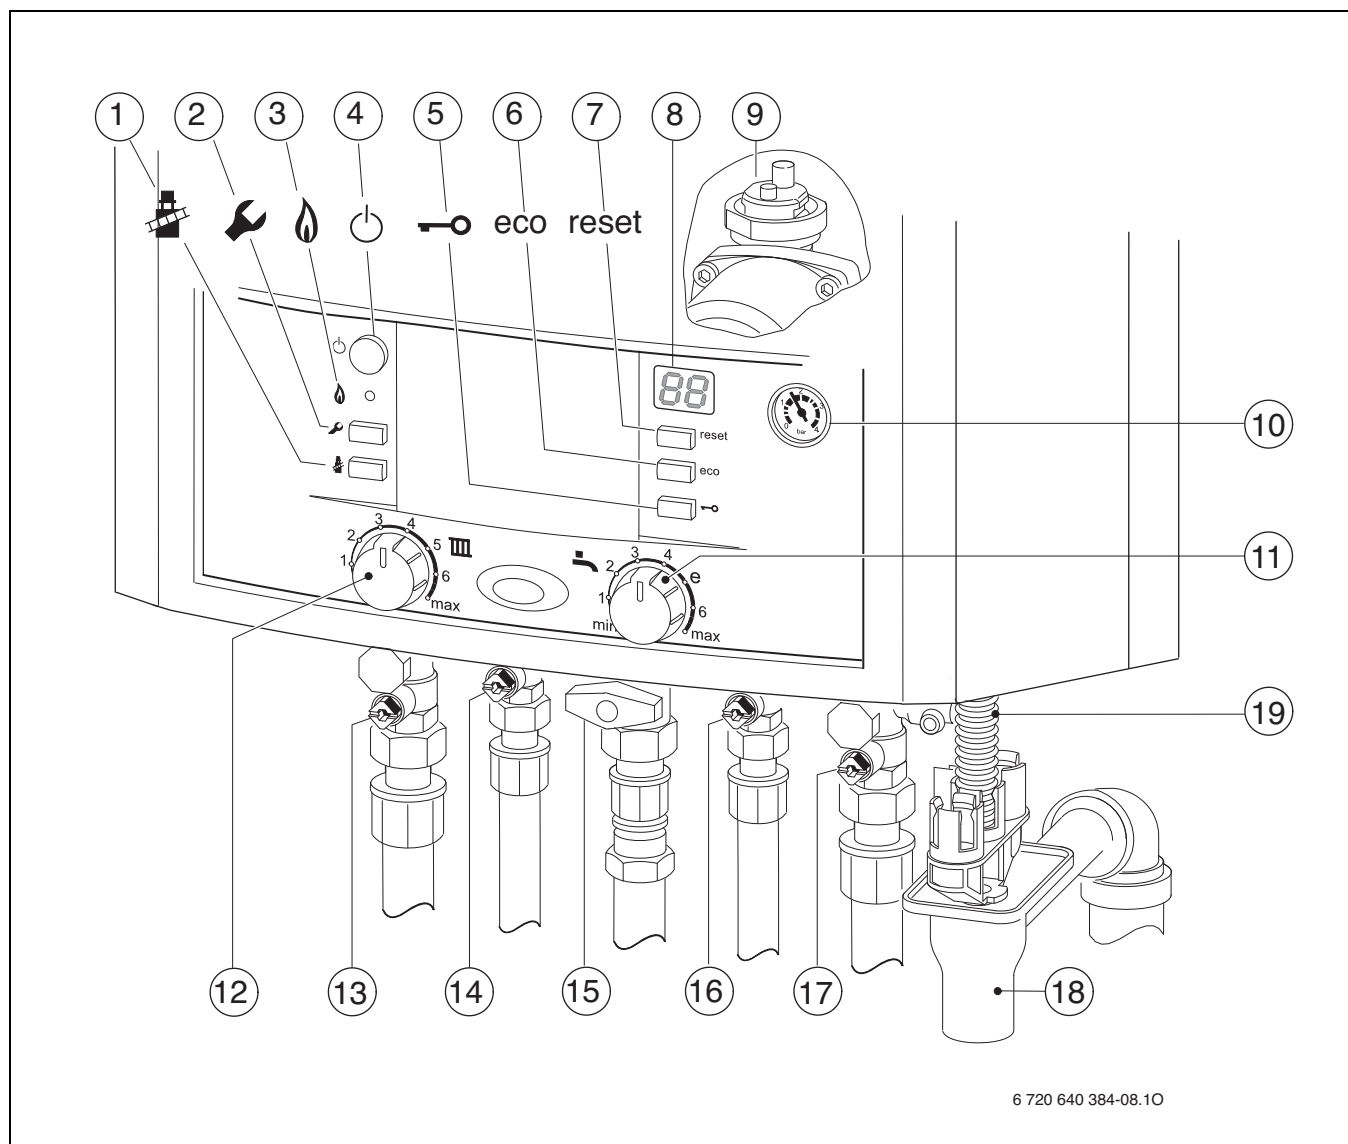

Bild 38
- Automatischen Entlüfter (→ Bild 38, [9]) öffnen.
- HeizungsVorlaufhahn und HeizungsRücklaufhahn (→ Bild 38, [13 und 17]) öffnen und Heizungsanlage auf 1 -2 bar füllen und Füllhahn schließen.
- Gashahn (→ Bild 38, [15]) öffnen.